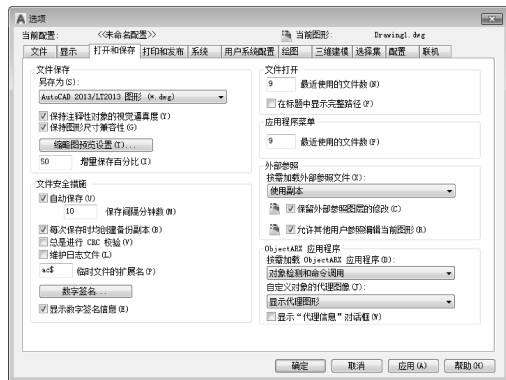

图 1-14 “选项”对话框中的“打开和保存”选项卡
- (1) 打开“选项”对话框中的“打开和保存”选项卡，如图 1-14 所示。
(2) 选中“文件安全措施”中的“自动保存”复选框，在其下方的文本框中输入自动保存的间隔分钟数。建议设置为 10~30 min。
(3) 在“文件安全措施”中的“临时文件的扩展名”文本框中，可以改变临时文件的扩展名。默认为 ac \$。
- (4) 打开“文件”选项卡，在“自